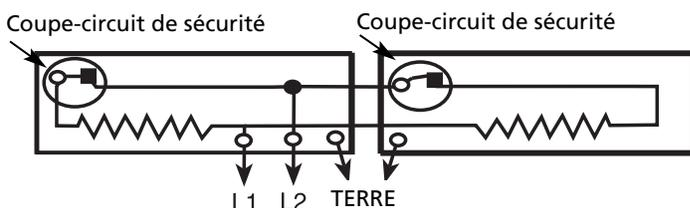

Figure 6
- Les procédures de câblage et de connexion doivent être conformes au Code national de l'électricité et aux codes locaux. Se reporter aux schémas de câblage Figure 6. Vérifier que toutes les connexions électriques sont bien serrées pour éviter tout risque de surchauffe. N'utiliser que des câbles d'alimentation en cuivre.
11. Ne pas enlever ou contourner le limiteur thermique de sécurité (coupe-circuit de sécurité) car la plinthe chauffante pourrait alors poser un risque d'incendie – voir la Figure 6.
- d. Câbler la plinthe chauffante selon les indications de la Figure 6. Remettre en place le couvercle de la goutte guide-fils en utilisant les deux vis.
- Après s'être assuré que l'alimentation électrique de la plinthe chauffante est coupée au niveau de l'interrupteur du panneau principal, suivre le schéma de câblage correspondant, comme dans la Figure 6, pour connecter l'alimentation électrique à la plinthe chauffante en utilisant des serre-fils approuvés.